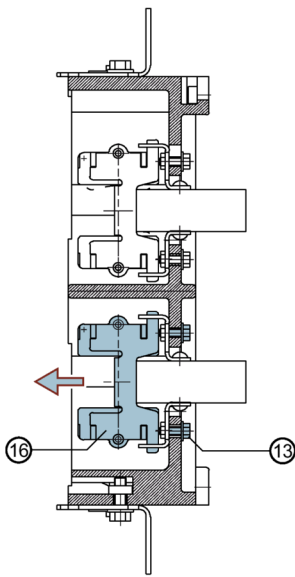
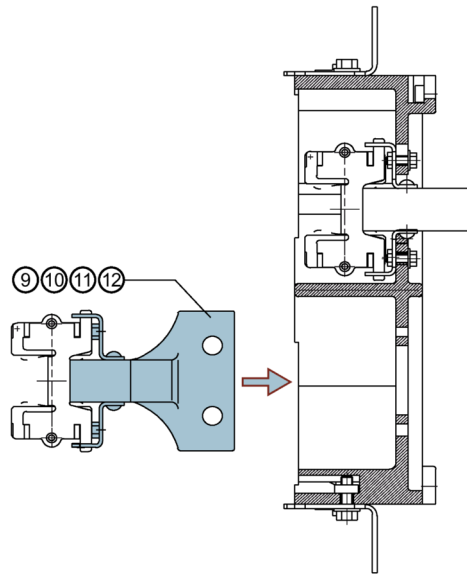

Fig. 1
Fig. 2
1. Desatornille todas las piezas de conexión existentes. Para ello, desenrosque los tornillos de fijación ⑤ o ⑥, y retire las piezas de conexión de los grupos de dedos de contacto ⑧. Al hacerlo, asegúrese de no sacar los grupos de dedos de contacto del panel trasero ⑨.
2. Inserte las nuevas piezas de conexión mostradas en las Fig. 1 y 2 y fijelas con los tornillos y las arandelas Belleville que se adjuntan (par de apriete: 8 ± 1 Nm). En la Fig. 1 se ve la distribución de los tornillos de fijación; en la Fig. 2, la posición de las arandelas Belleville.
De ser necesario, inserte solo los grupos de dedos de contacto que se hayan sacado de la posición mostrada en la Fig. 2, esto es, el pasador de tope ⑩ debe mirar hacia las piezas de conexión.
1. Desatornille todas las piezas de conexión existentes. Para ello, desenrosque el tornillo de fijación ⑬ y retire las piezas de conexión con los grupos de dedos de contacto ⑯ (Fig. 1).
2. Inserte las nuevas piezas de conexión (Fig. 2) y fíjelas con los tornillos y las arandelas Belleville que se adjuntan (Fig. 3) (par de apriete: 8 ± 1 Nm).